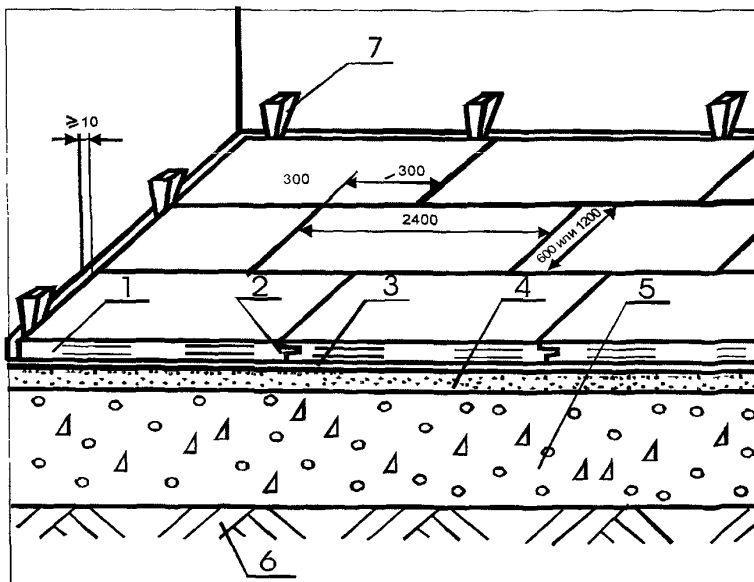

Рис. 3 Схема укладки древесностружечных плит в плавающей сборной стяжке
**5.55** Древесностружечные плиты склеиваются дисперсией ПВА (ТУ 2241-027-00203521-96) или мастиками строительными полимерными клеящими латексными (ГОСТ 30307-95). Необходимое для склеивания сжатие обеспечивается путём вбивания клиньев в зазоры у стен (рис. 3). После высыхания клея клинья снимаются.